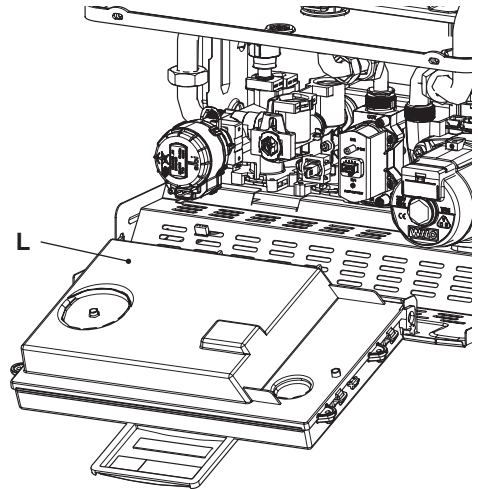

Figura 5.17
- Localice la tapa de cobertura de la bornera L (Figura 5.17), extraiga los tornillos de sujeción y ábrala.